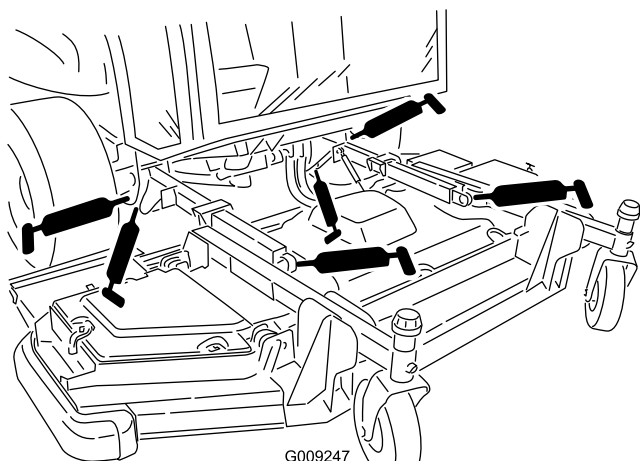

Figura 81
- 2 casquillos de brazos de elevación (Figura 81)
- 2 rótulas de los brazos de elevación (Figura 81)
- 2 pivotes de los cilindros de elevación de la carcasa delantera (Figura 81)